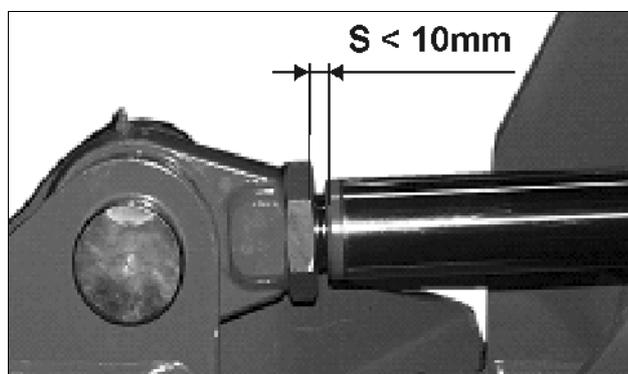

Fig. 27
- Foreskrevet innskruingsdybde (Fig. 27)